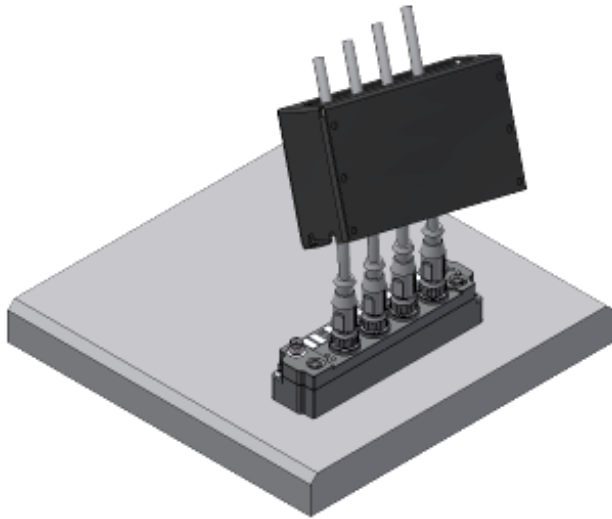

Abb. 7: BG2000 - Anschlussleitungen festschrauben
- Setzen Sie alle Häkchen und stellen Sie *Override* auf 100 (siehe Abb. 7). Anschließend kann die Achse bewegt werden.